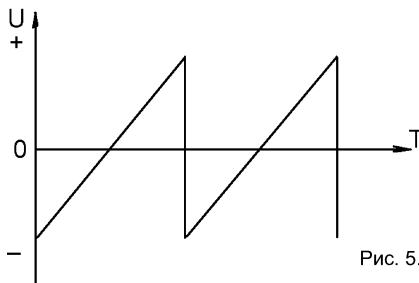

Рис. 5.
Для подачи сигналов на каналы вертикального и горизонтального отклонения у осциллографа есть входы « Y » и « X ». Но, обычно, необходимо видеть не зависимость одного сигнала от другого, а зависимость сигнала, поданного на вход « Y » от шкалы времени, выложенного на ось X . Чтобы это было возможно в осциллографе есть генератор горизонтальной развертки, который вырабатывает напряжение, изменяющееся по «пилообразному» закону (рис. 5). Это напряжение подается на пластины горизонтального отклонения (X).